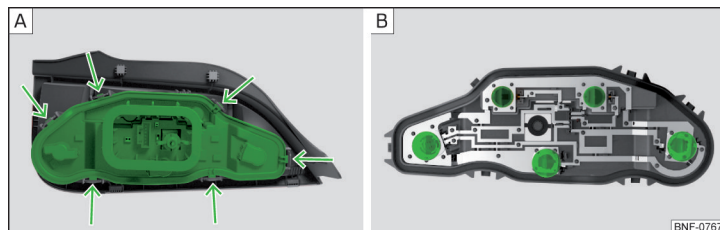

Fig. 149 Inderste dele af lygten
- Tryk på låsetapperne på pæreholderen » Fig. 149 - A, og tag holderen ud af lygten.
- Drej den pågældende pære helt mod uret, og tag den ud af holderen » Fig. 149 - B.